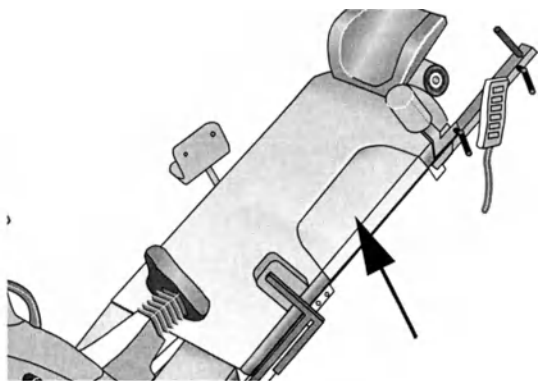

Рис. 4-8. Съёмный фрагмент
- Проверьте надежность крепления съемного фрагмента деки (рис. 4-8).
- Откиньте съемный фрагмент (рис. 4-8). Для этого нажмите кнопку разблокировки 1 (рис. 2-1).